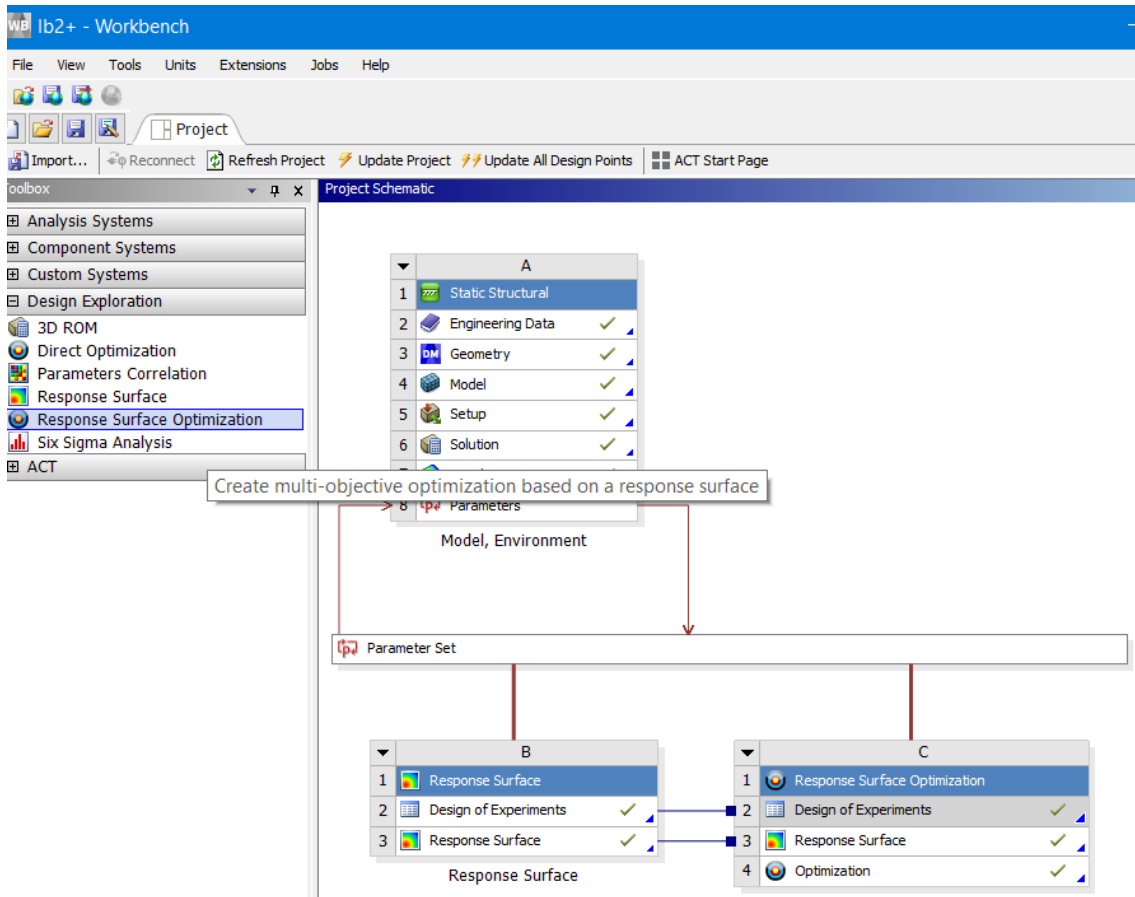

Рисунок 38 – Добавление Response Surface Optimization в проект
20. В окне Toolbox → Design Exploration → дважды нажимаем на Response Surface Optimization и добавляем новый блок оптимизации к проекту (рисунок 38).